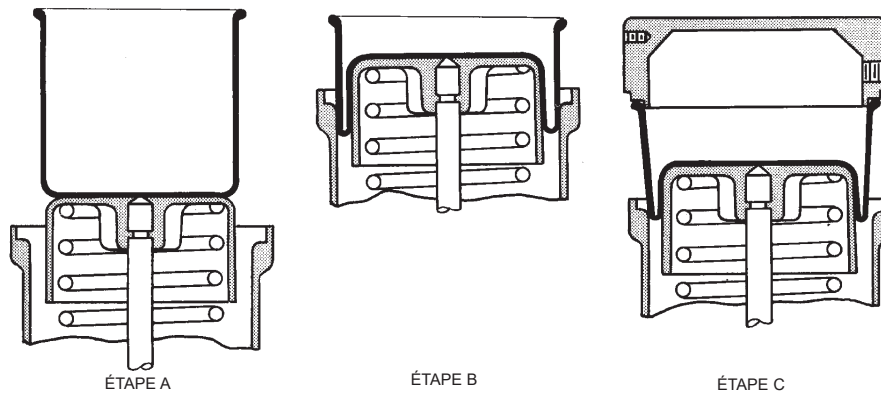

Figure 7 - Méthode 1
- I-1. Centrez et collez la membrane (40) au sommet du piston (43) (Figure 7 - Méthode 1, étape A).
- J-1. Faites rouler la membrane (40) à l'intérieur du cylindre du ressort (38) jusqu'à ce qu'elle soit partiellement engagée dans le cylindre du ressort (Figure 7 - Méthode 1, étape B).